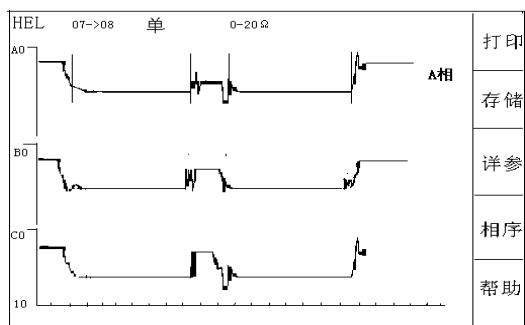

图 13
2. 启动有载开关，当听到有载开关动作对触头进行切换的声音时阻值随之发生变化。仪器将**自动搜索**到过渡波形，并显示在屏幕上，如图13所示。